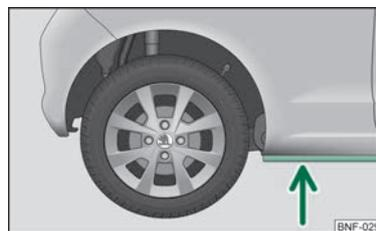

Abb. 88 Wasserdurchfahrt
- Stellen Sie daher vor einer Wasserdurchfahrt die Wassertiefe fest. Der Wasserstand darf maximal an den Steg des Unterholms reichen ⇒ Abb. 88.